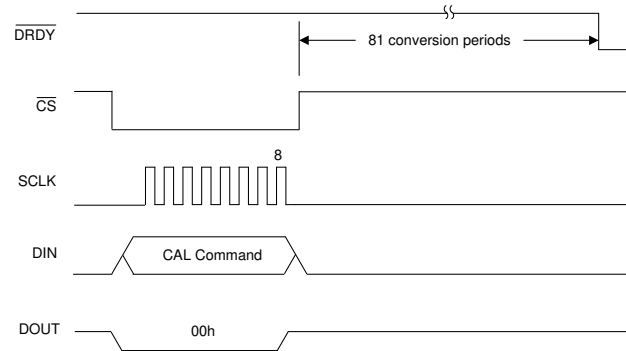

図 7-21. 校正コマンド
- OFSCAL コマンド。コマンドが送信された後、 $\overline{\text{DRDY}}$  は 81 変換時間後に Low に駆動され、較正が完了したことを示します。オフセットレジスタは、新しい較正值に更新されます。図 7-21 に示すように、最初のデータ出力では新しいオフセット値が使用されます。
- GANCAL コマンド。正の dc フルスケール較正電圧を印加します。コマンドが送信された後、 $\overline{\text{DRDY}}$  は 81 変換時間後に Low に駆動され、較正が完了したことを示します。ADC は、印加された較正信号とフルスケールコードが等しくなるようにゲインを計算します。図 7-21 に示すように、最初のデータ出力は新しいゲイン値を使用します。